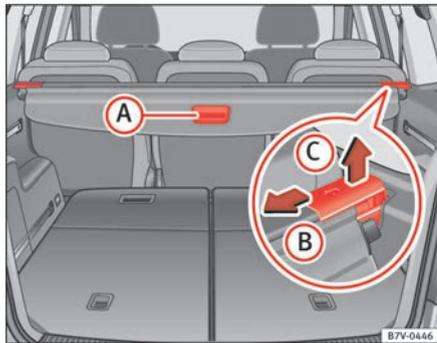

Abb. 97 Im Gepäckraum:
- Gepäckraumabdeckung am Griff ⇒ Seite 155, Abb. 97  etwas nach hinten ziehen.
- Gepäckraumabdeckung in Pfeilrichtung entriegeln ⇒ Seite 155, Abb. 97 .
- Gepäckraumabdeckung in Pfeilrichtung zusammendrücken ⇒ Seite 155, Abb. 97 .
- Gepäckraumabdeckung in Pfeilrichtung entriegeln ⇒ Seite 155, Abb. 97